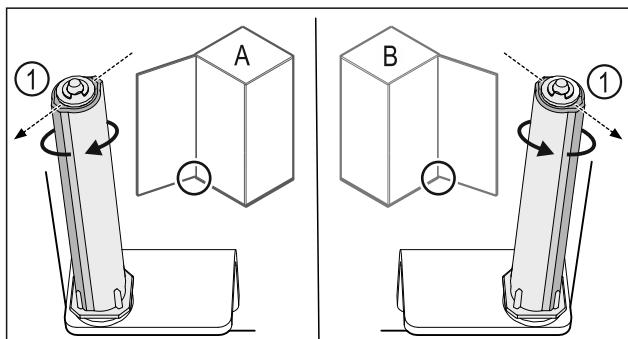

Fig. 39 Розкриття ліворуч (A) / Розкриття праворуч (B)
- Систему закриття повернати проти опору доки перемичка системи закриття Fig. 39 (1) не показуватиме назовні.